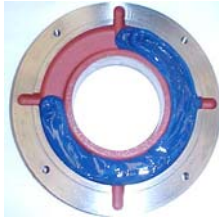

图 7.4:外轴承盖
- 使用建议的润滑脂(图 7.4) 涂抹内外轴承端盖凹槽的 3/4,并且轴承装配前使用足量润滑脂润滑滚动轴承;